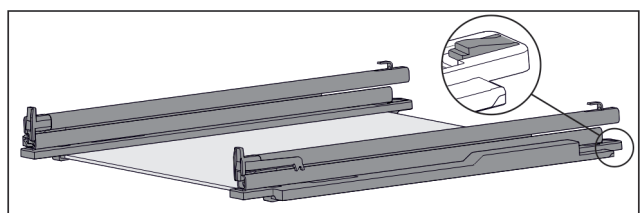

Fig. 155 Скляна пластина з рейками та деталями для підтримки
- ▶ Деталь для підтримки натиснути вниз (див. Fig. 155) і одночасно посунути рейку назад.